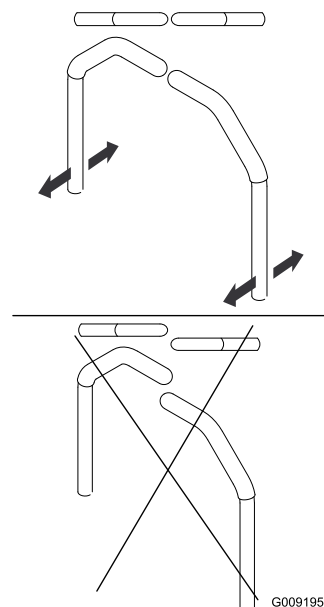

Figure 81
4. Réglez l'alignement avant/arrière des leviers en les plaçant simultanément à la position point mort puis faites-les coulisser jusqu'à ce qu'ils soient alignés, puis serrez les boulons (Figure 81).